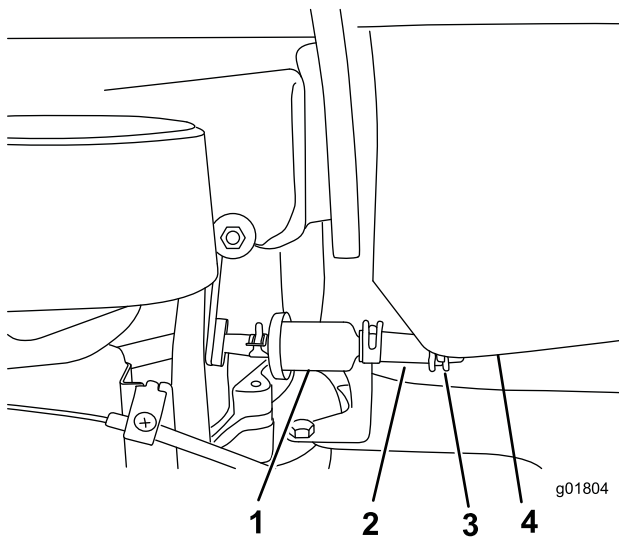

Figura 6
1. Clip de plástico del depósito de combustible (2)
3. Coloque la abrazadera sobre el tubo de combustible del filtro de combustible (Figura 6).
4. Deslice el extremo del tubo de combustible sobre el acoplamiento del depósito de combustible (Figura 6).
5. Sujete el tubo de combustible al depósito de combustible con la abrazadera (Figura 6).